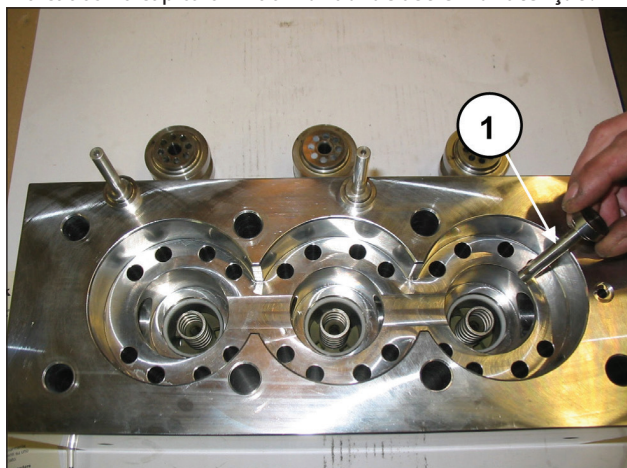
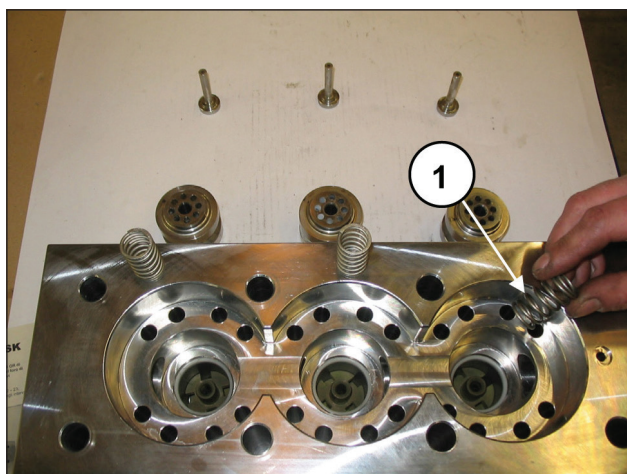
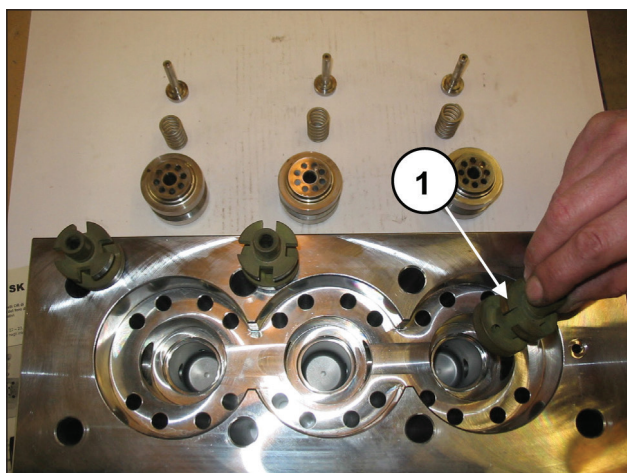

Fig. 106
Fig. 107
Fig. 108
Extraia pratos de fluxo (pos. ①, Fig. 106) e as respectivas guias (pos. ①, Fig. 108) com as respectivas molas (pos. ①, Fig. 107), verifique seu estado de desgaste e execute, se necessário, eventuais substituições e, de qualquer maneira, nos intervalos indicados no capítulo 11 do **Manual de uso e manutenção**.